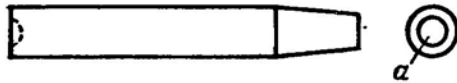

Рис. 16. Заколотка для забивания колков:
10. Заколотка для забивания колков (рис. 16).